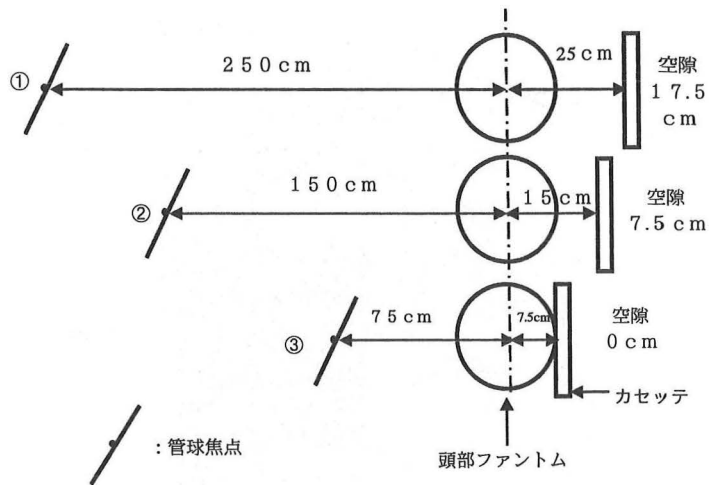

図4 グレーデル効果の実験方法
そこで、リスを除去した場合のフィルム画像に散乱線による極度の画質低下が生じないかを検討した。まずグレーデル効果がどの程度あるかを頭部ファントムを使用して実験した。実験方法は、図4の③のようにカセットを頭部ファントムに密着させた状態（空隙0 cm）と、図4の②のように被写体フィルム間距離の空隙が7.5cmの状態と、図4の①のようにグレーデル効果が顕著に出現する17.5cmの空隙状態の3種類を撮影した。尚、視覚観察で比較するため図に示されているようにファントムの正中部拡大率はすべて1.1倍に統一し、カセット面に到達する線量もそろえた。
撮影されたそれぞれのフィルム画像を比較すると、密着させた場合は予想通り散乱線のカブリが目立ち、画像が不鮮明であった。空隙7.5cmと17.5cmの画像の比較では後者の方が当然画質はよかったが前者の場合でも計測点は読み取ることは可能であった。従って、新装置は図4の②のような7.5cm程度の空隙が確保できる為、リスを除去しても画質に問題は生じないと判断した。